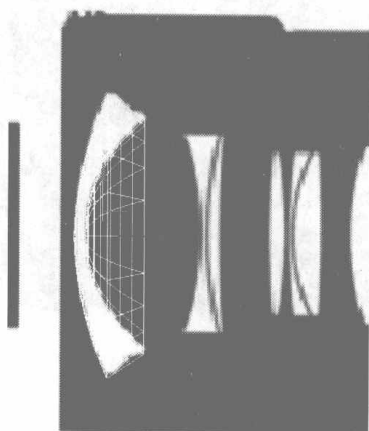
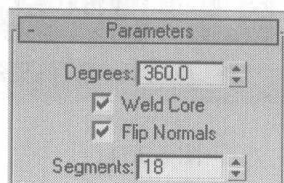

图 6.359
图 6.360
- 04** 在 Modifier List 选项栏中选择 Lathe 命令, 为其添加一个旋转命令, 在 Parameters 卷展栏中单击 按钮, 再在堆栈栏中打开 Lathe 层级, 并选择 Axis 命令, 在 Front 视图中缩放该物体, 如图 6.359 所示, 然后在 Parameters 卷展栏中设置参数, 如图 6.360 所示。